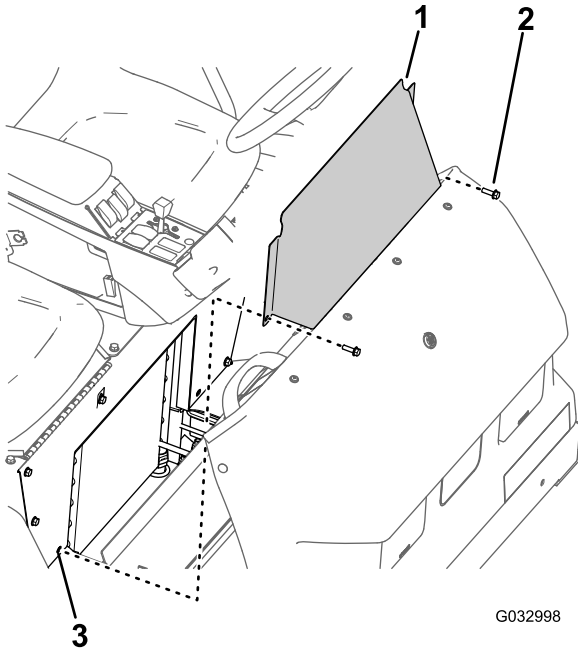

Figura 60
- Rimuovete i 2 bulloni a testa flangiata che fissano il pannello di accesso alla base del sedile (Figura 60).
- Rimuovete il pannello di accesso alla base del sedile dalla macchina (Figura 60).
- Allineate i fori nel pannello di accesso alla base del sedile con i fori nella base del sedile (Figura 60).
- Montate il pannello di accesso alla base del sedile sulla base del sedile con i 2 bulloni a testa flangiata (Figura 60) rimossi al passaggio 1 di Rimozione del pannello di accesso alla base del sedile (pagina 54).